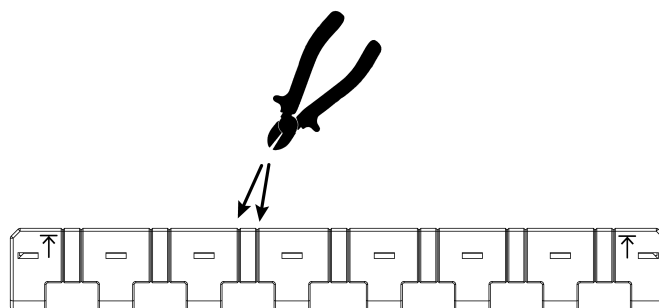

Bild 5: Phasenschiene kürzen
- Falls notwendig, Phasenschiene an den Einkerbungen mit einem Seitenschneider durchtrennen (siehe Bild 5).